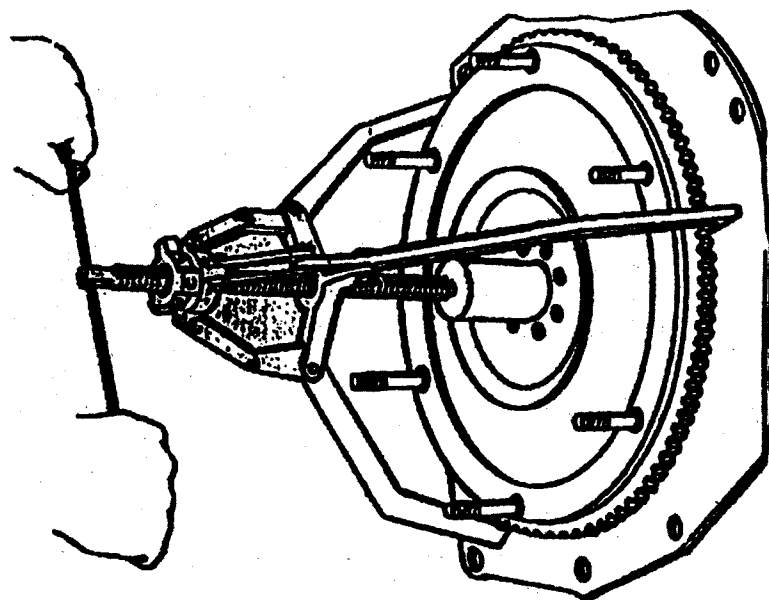

Рис. 5. Снятие механизма
13. Снять маховик в сборе (рис. 5).